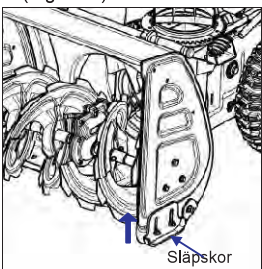

Fig. 17A
- På platt mark, t.ex. asfalt bör släpskorna justeras ca 5 mm (mellan snöskruven och marken). (Fig. 17A)